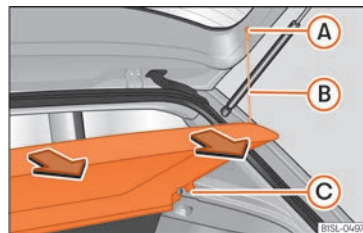

Fig. 94 Al maleter: desmuntar i muntar la safata.
- Desenganxeu els tirants de subjectació **» fig. 94 (A)** dels allotjaments **(A)**.